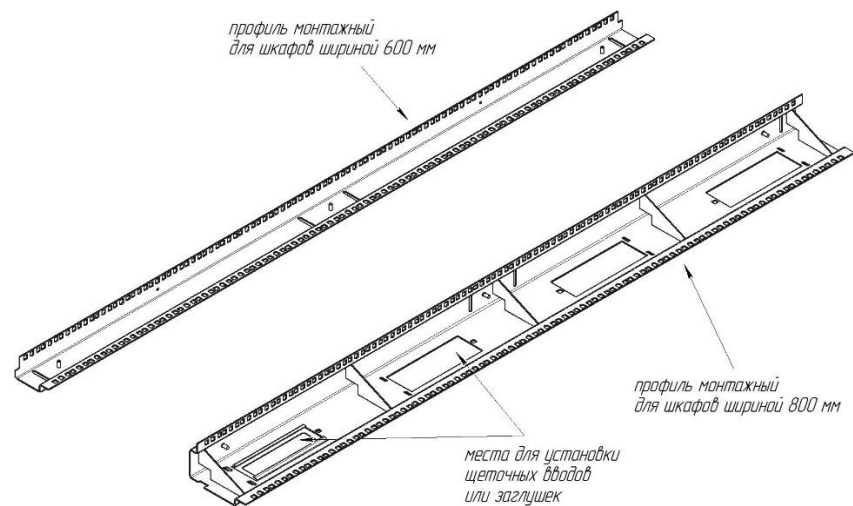

Рис.3-1.
*2-профили монтажные (25) для шкафов шириной 600 мм и 800 мм – отличаются. Отличие см. на рис. 3-1*